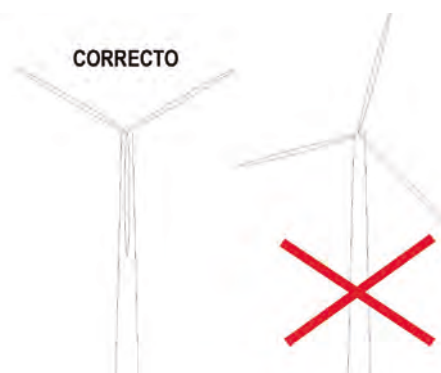

Imagen 107. Acceso al buje
- Acceder a la nacelle y activar el bloqueo del eje primario, y mediante la bomba hidráulica manual que se encuentra junto a la seta en el eje primario se accionan 2 bulones que bloquean un disco perforado solidario al eje primario (tal como muestra la Imagen 107).